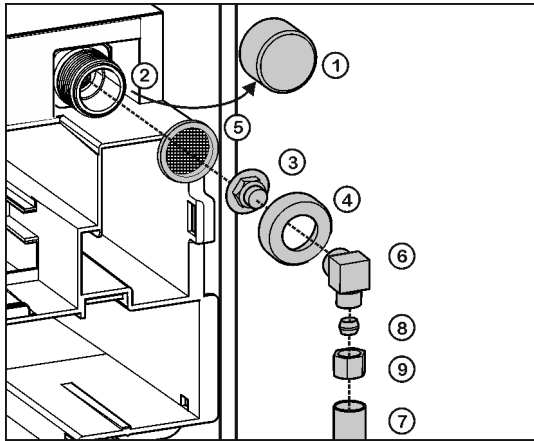

Fig. 10
- ▶ Déposer le bouchon Fig. 10 (1) de l'électrovanne Fig. 10 (2).
- ▶ Poser la pièce de raccordement Fig. 10 (3) dans l'écrou-raccord Fig. 10 (4).
- ▶ Insérer le filtre à eau Fig. 10 (5) avec la rainure vers le bas en direction de la pièce de raccordement Fig. 10 (3).
- ▶ Raccorder l'écrou-raccord Fig. 10 (4) à l'électrovanne Fig. 10 (2) et serrer.
- ▶ Pour dévier le raccordement d'eau de 90°, visser lecoude Fig. 10 (6) éventuellement.
- ▶ Raccorder la conduite d'eau Fig. 10 (7) (par exemple, cuivre) à l'aide de la bague de serrage Fig. 10 (8) et visser l'écrou Fig. 10 (9) sur la pièce de raccordement Fig. 10 (3) ou lecoude Fig. 10 (6).